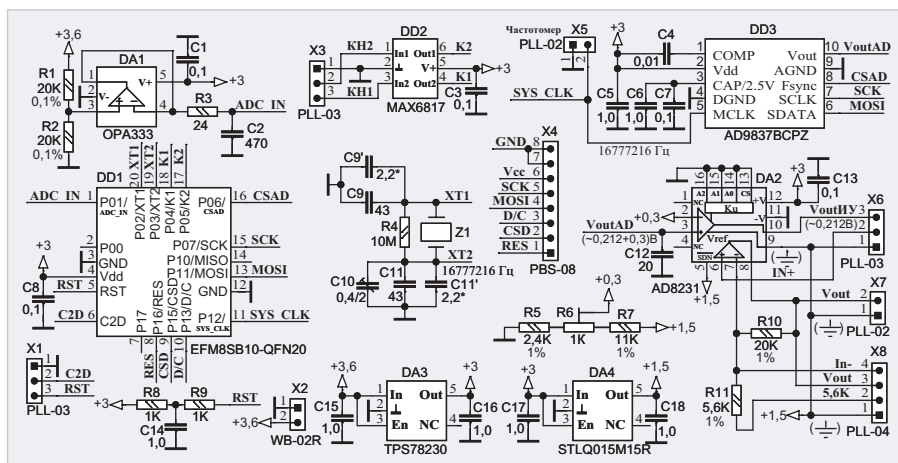
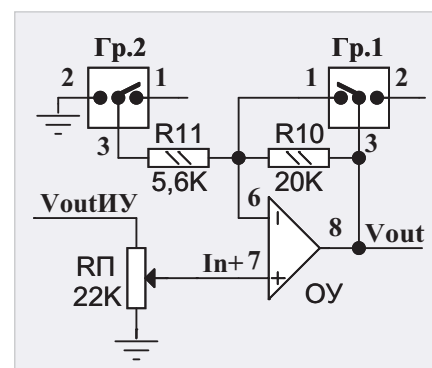

Рис. 1. Принципиальная схема платы генератора
Рис. 3. Условная схема переключения коэффициента усиления ОУ
Основой схемы платы генератора (рис. 1) является МК EFM8SB10-QFN20 (DD1) в корпусе для поверхностного монтажа QFN20 размером 3×3 мм. Конденсатор C8 блокировочный и положен по штату работы МК. Сопряжение МК с DDS и дисплеем Nokia-5110 организовано по одностороннему интерфейсу SPI, или, другими словами, в эти устройства только передаётся (но не принимается) информация с помощью сигналов SCK и MOSI, а также сигналов выбора кристалла (CS). Для DDS AD9837B (DD3) используется сигнал CSAD, а для дисплея CSD. Для тактирования DD3 используется системный тактовый сигнал МК SYS\_CLK частотой 16 777 216 Гц, который также подаётся на разъём X5, предназначенный для подключения к частотомеру и служащий для точной настройки частоты. Конденсаторы C4–C7 положены по штату работы DD3. Помимо сигналов интерфейса SPI, в дисплей передаются сигналы D/C и RES. Все дисплейные сигналы вместе с питанием и «землёй»
Смысл формулы (6) состоит в том, что теперь выходное напряжение ОУ  $V_{out\ ИУ}$  изменяется относительно +1,5 В как в положительную, так и в отрицательную сторону с амплитудой 0,3 В. Если принять напряжение  $V_{ref} = +1,5\text{ В}$  за, например, аналоговую «землю» (перевернутая ёлочка на рис. 1 рядом с ИУ DA2), то  $V_{out\ ИУ}$  также будет изменяться как в положительную, так и в отрицательную сторону относительно этой аналоговой «земли» с амплитудой 0,3 В. Другими словами, мы получили чистый синусоидальный сигнал без постоянной составляющей с амплитудным значением 0,3 В относительно аналоговой «земли».
Как видно из рис. 1, сигнал  $V_{out\ ИУ}$  подаётся на 3-й контакт разъёма X6, сигнал с неинвертирующего входа дополнительного ОУ, встроенного в DA2 (6-й вывод DA2), подаётся на его 2-й контакт, а аналоговая «земля» – на его 1-й контакт. К этому разъёму ответным разъёмом X6' (рис. 2е) подключён трёхпроводный кабель, второй конец
Более подробно этот процесс схематично показан на рис. 3. С движка переменного резистора РП сигнал  $In+$  попадает на неинвертирующий вход ОУ. Резисторы R10 и R11 совместно с группами контактов Гр.1 и Гр.2 тумблера включены так, что в одном положении групп контактов (как на рис. 3) выводы ОУ 6 и 8 замыкаются накоротко, а левый по схеме конец резистора R11 оказывается свободным. В этом случае ОУ представляет собой обычный повторитель напряжения, поданного на его неинвертирующий вход с движка резистора РП. В ином положении групп контактов, когда тумблер переключён в противоположную сторону, выводы 6 и 8 ОУ размыкаются, и резистор R10 включается в обратную связь ОУ (между его выходом и инвертирующим входом), а резистор R11 подключается к аналоговой «земле». В этом состоянии ОУ становится неинвертирующим усилителем с коэффициентом усиления, равным  $K_u = 1 + R10/R11 = 1 + 20\text{K}/5,6\text{K} = 4,57$ .
Здесь может возникнуть вопрос: а зачем использован дополнительный ОУ, входящий в состав AD8231, коэффициент усиления которого переключается аппаратным способом – тумблером (рис. 3)? Ведь ИУ AD8231 оборудован встроенным средством переключения коэффициента усиления с помощью логических входов A0, A1 и A2 (рис. 1), позволяющих установить коэффициент усиления от 1 до 128 (в том числе и, например, 4), состояние которых можно менять, например, программным способом, если их подключить к МК. И почему эти входы заземлены, в связи с чем коэффициент усиления ИУ постоянно установлен и равен 1? Здесь дело в том, что в формуле (4), в которой присутствует этот коэффициент усиления ( $K_u$ ), скрыто некоторое лукавство. Оно заключается в том, что если  $K_u$  больше единицы (например, 2 и больше), то эта формула работает неадекватно. Эта неадекватность проявляется в том, что если  $(V_{in+} - V_{in-}) \times K_u$  (см. формулу (4)) больше 0,3 В, или, другими словами, если
Сигнал  $V_{out}$  и аналоговая «земля» также подаются на разъём X7 (рис. 1), к которому ответным разъёмом X7' подключён двухпроводный кабель, второй конец которого подключается к разъёму RCA красного цвета – RS-104 (X1, рис. 2д) и через тумблер sMTS103 (ПЗ, рис. 2д) – к разъёму RCA зелёного цвета – RS-104 (X2, рис. 2д). Разъём X1 служит для подключения выходного сигнала генератора к осциллографу для настройки, т.е. для получения сигнала необходимой
Как видно из рис. 1, плата генератора не отличается особой сложностью, поэтому легко разводится и имеет размер всего  $22 \times 40$  мм (см. далее).